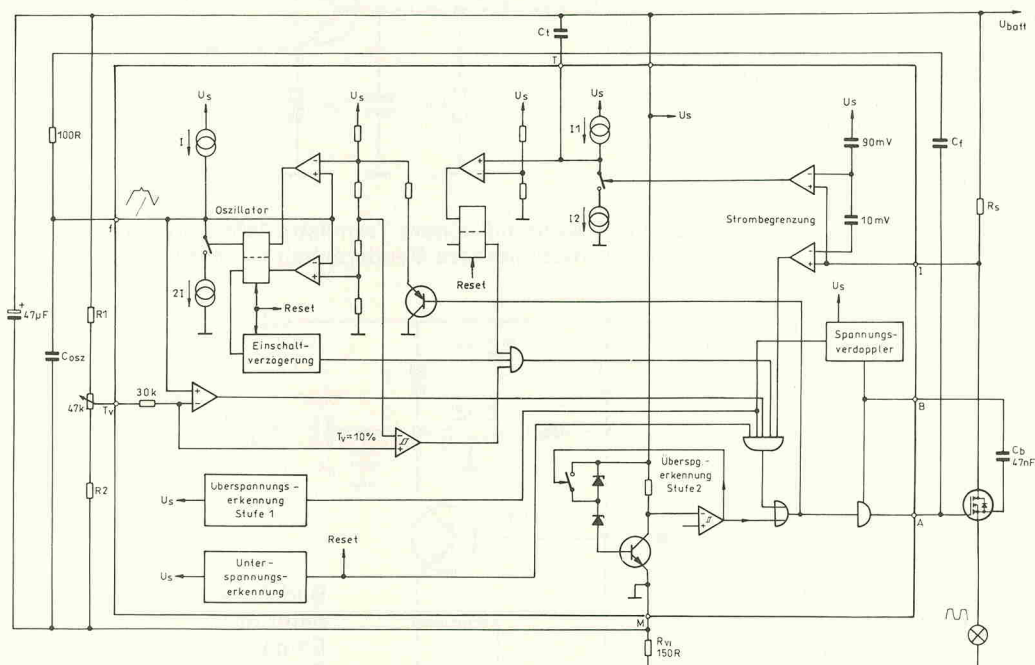

Bild 2. Innenschaltung und minimale Außenbeschaltung des U 6081 B.
OFW-Resonatoren lassen sich im Gegensatz zu Quarzen direkt für Frequenzbereiche von 200 bis 1000 MHz herstellen und weisen dabei ähnlich gute Eigenschaften auf: Ihre typischen Gütefaktoren liegen zwischen 5 000 und 11 000; die Toleranzen bewegen sich in der Regel um ± 300 ppm, können aber auch enger selektiert werden. Auch die Werte für das Phasenrauschen liegen sehr günstig. Bild 2 zeigt in der durchgezogenen Linie (2) das Einseitenband-Phasenrauschen eines OFW-Oszillators für 500 MHz. Im Vergleich dazu (1) ist das auf 500 MHz transformierte Rauschspektrum des Referenzoszillators eines Synthesizers dargestellt, der auf 10 MHz arbeitet.